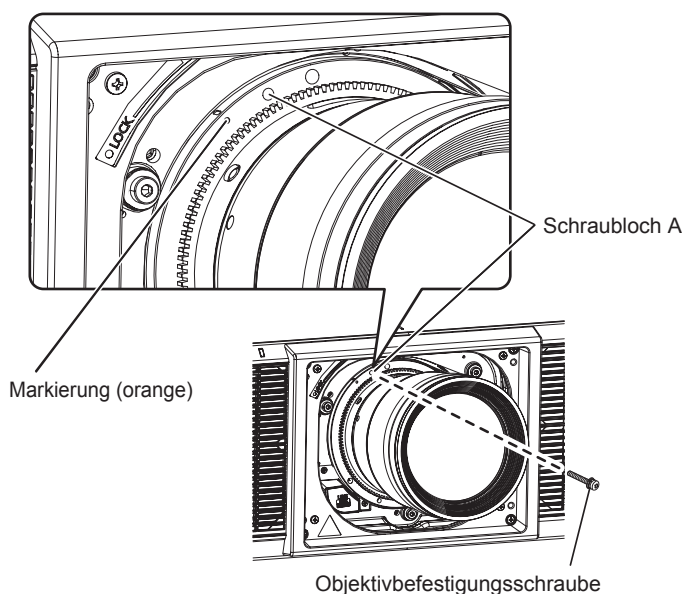

Abb. 4
- 4) **Sichern Sie das Projektionsobjektiv mit der beiliegenden Objektivbefestigungsschraube. (Abb. 4)**